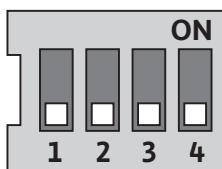

Fig. 26: Interrupteur DIP
L'interrupteur DIP (fig. 9, pos. 6/fig. 26) se trouve sous le capot de l'appareil.